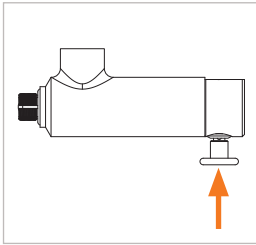

Abbildung 8
- ▶ Drücken Sie den Ventilknopf (Pos. 4) (*Abbildung 8*). Die Spannzangen fallen zusammen.